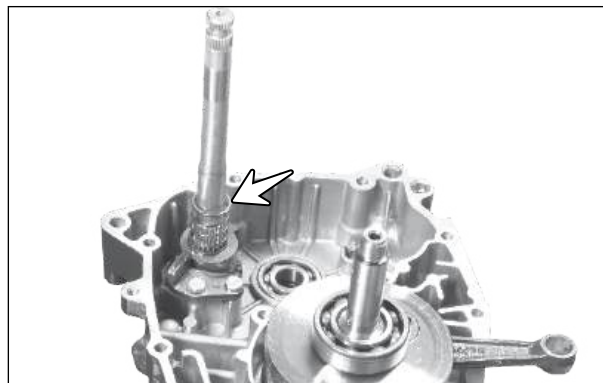

Fig. 3.169
- Instale o eixo do pedal de partida (seta) como um conjunto no conjunto da carcaça do motor do lado esquerdo. (Fig. 3.169)